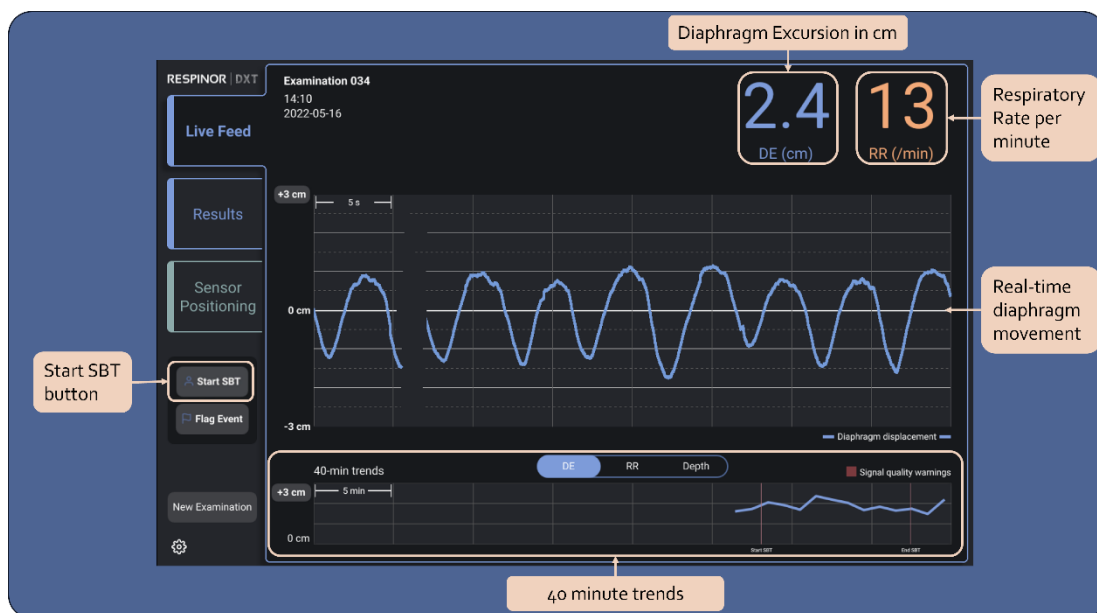

Figura 9. Visión general del Live Feed.
- Figura 9 muestra el Live Feed, resaltando las características relevantes para un examen.
- Los valores se calculan como se indica en la Figura 9 y se actualizan para cada ciclo respiratorio.